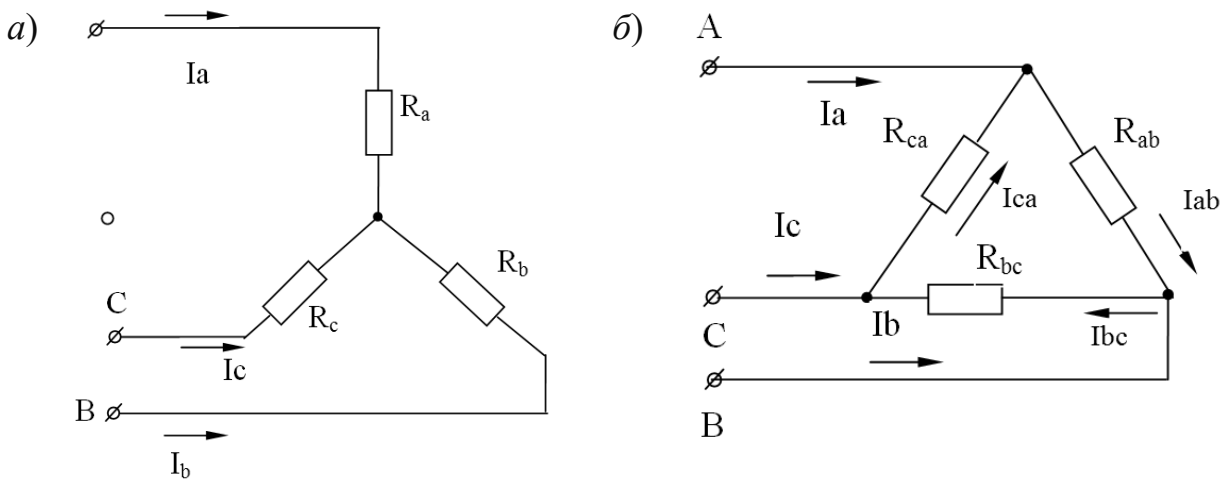

Рисунок 2 – Соединение резисторов звездой (а) и треугольником (б)
- преобразование треугольника резисторов в эквивалентную звезду и наоборот (рисунок 2).